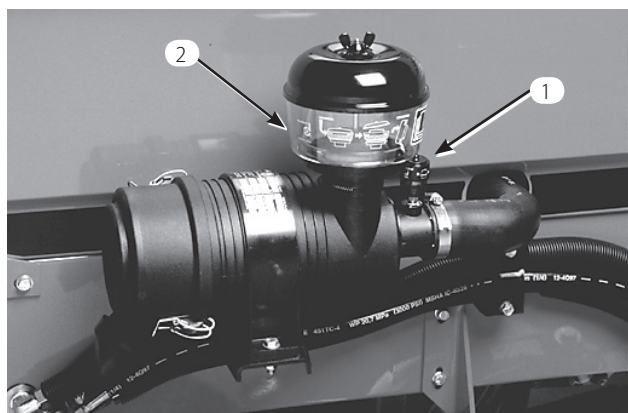

図 45
2. エア・クリーナの整備はインジケータ (図45) が赤色になったら必ず、または 400 運転時間ごと (非常にホコリのひどい場所で使っている場合にはよりひんばんに) 行ってください。エア・フィルタの整備のしすぎはかえってよくありません。
9. インジケータ (図45) が赤になっていればリセットしておく。